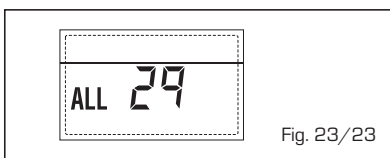

Fig. 23/23
- **ANOMALIA SONDA RETORNO AQUECIMENTO "ALL 30" (fig. 23/24)**